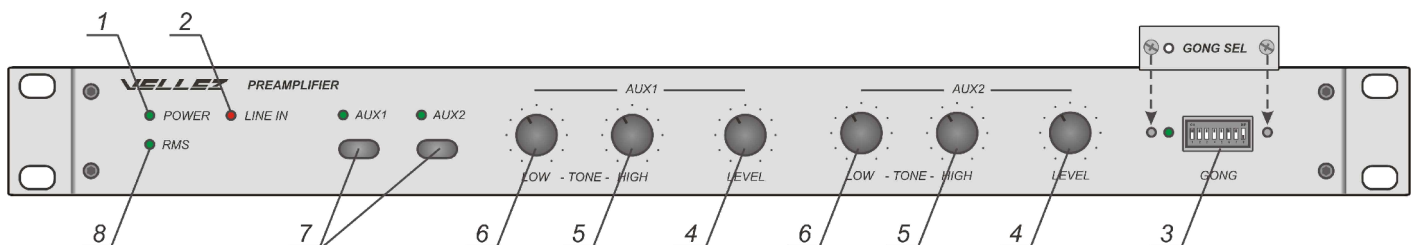

Рисунок 9
- 9.1 Розміщення органів керування, контролювання та індикації на передній панелі попереднього підсилювача трансляційного та їх призначення наведено на рис. 9